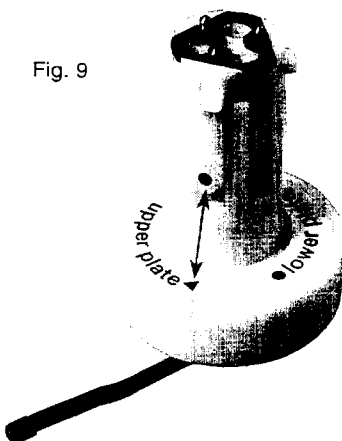

Fig. 9
- Das Abziehwerkzeug auf Klemmelement "upper plate" ändern und das Klemmelement exakt auflegen (jeder Service-Kopfscheibe beige packt) (Fig. 9).